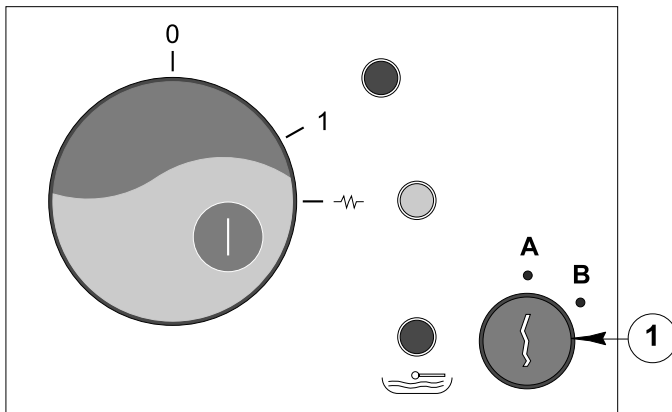

FIG. 10 - Interrupteur mise en marche machine et clé de programmation
Portez la clé (Fig. 10; pos. 1) en position B et procédez à la programmation (voir chapitre 5.7). Quand la programmation est terminée vous devez reporter la clé en position normale A.